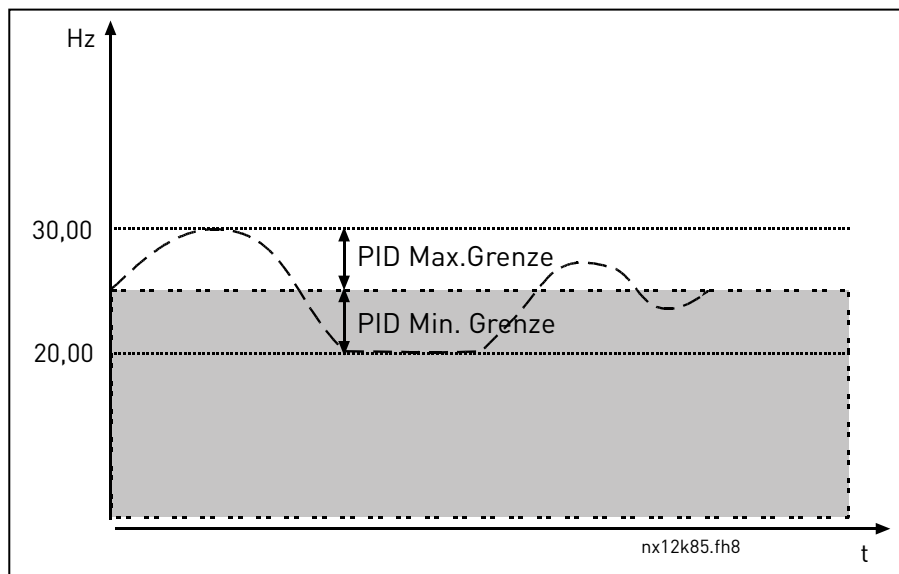

Abbildung 8-33. PID-Summierstellensollwert
- Wenn für diesen Parameter der Wert **7** ausgewählt wird, werden die Werte von Parameter ID319 und ID301 automatisch auf 13 gesetzt. Siehe Abbildung 8-33.